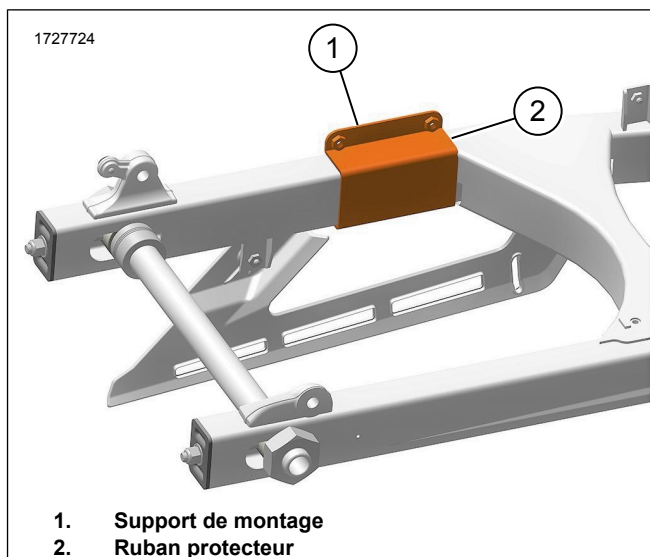

Figure 2. Supports de montage
- a. Voir la Figure 2. Positionnez le support de montage (1) à l'avant du bras oscillant.
- c. Retirez le support de montage (1).